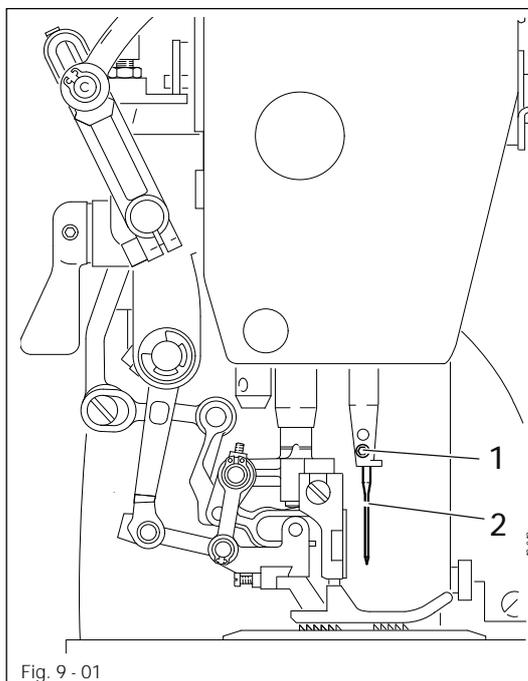

Fig. 9 - 01
- Enhebre el hilo conforme a la **fig. 9 - 02** y arróllelo unas vueltas en sentido horario sobre la canilla 1.
- Enhebre el hilo superior conforme a la fig. 9 - 05.